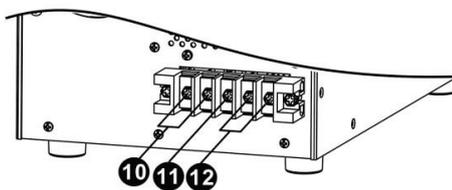

Рисунок 2: Входные / выходные клеммы
8. Входные / выходные клеммы (см. рисунок 2)